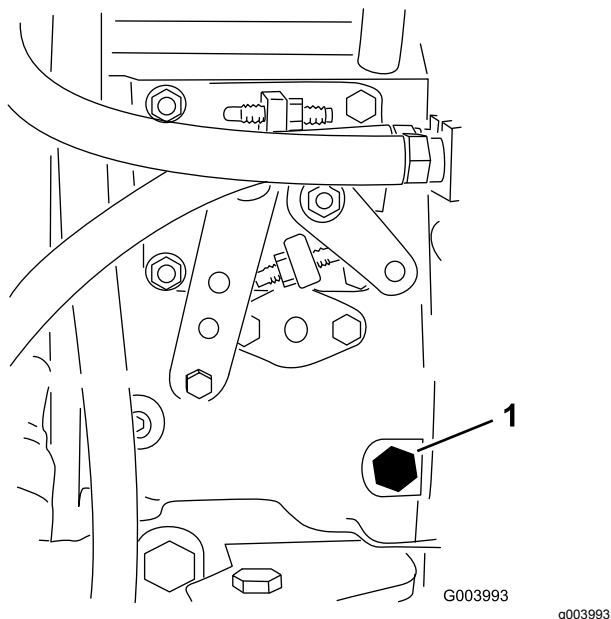

Рисунок 34
3. С помощью динамометрического ключа 12 мм выверните винт для продувки из топливного насоса (**Рисунок 34**) .